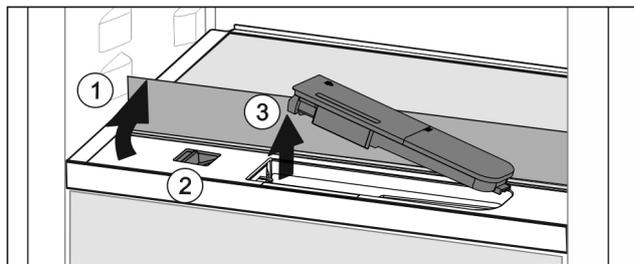

Fig. 49
- ▶ Levante la plancha de cristal y pliéguela hacia atrás hasta que haga tope Fig. 49 (1).
- ▶ Desplace el control deslizante Fig. 49 (2) hacia la izquierda.
- ▶ Retire el depósito de agua Fig. 49 (3).